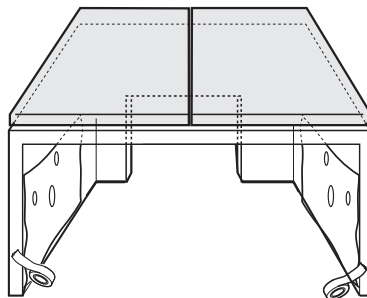

Fig. 3
3. Legen Sie die mitgelieferte Schablone erst rechts und dann links an (Abb. 3) und bohren Sie wie gezeigt (3 Sacklöcher, 2 x Ø 2 mm, 1 x Ø 5 mm).